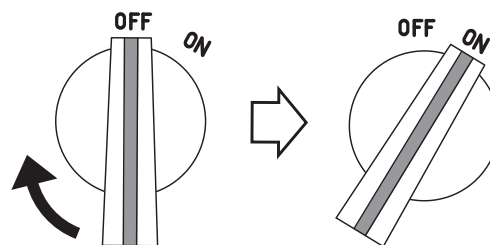

Figure 16. Interrupteur **MARCHE/ARRÊT** du moteur (position **MARCHE**)
5. Placez l'interrupteur **MARCHE/ARRÊT** du moteur (Figure 16) en position « **MARCHE** ».